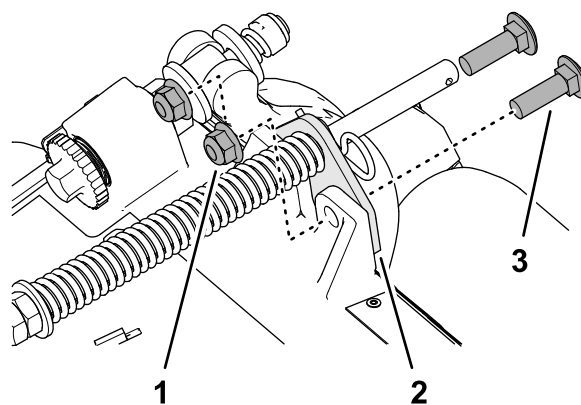

Figura 8
2. Remova as duas porcas de fixação flangeadas (3/8 pol.) e dois parafusos de carroçaria (3/8 x 1-1/4 pol.) que fixam o suporte-compensador da relva à estrutura da unidade de corte (Figura 8).